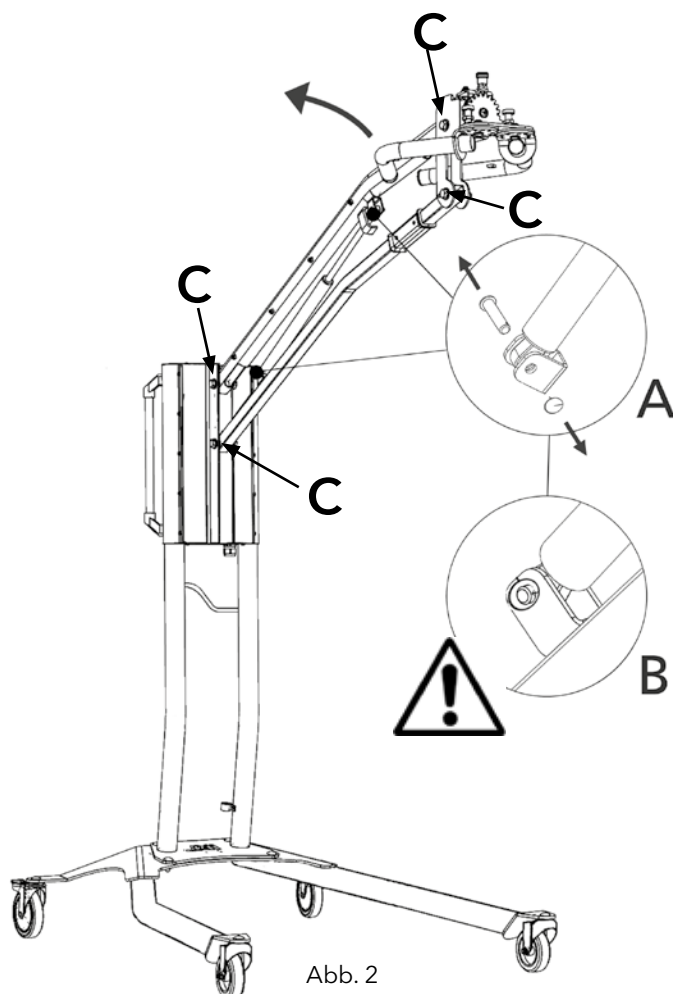

Abb. 2
Wenn der mobile Trockner nicht in der höchsten oder niedrigsten Position stehenbleibt, sondern von selbst etwas abfällt bzw. ansteigt, ziehen Sie die vier Schrauben fest, die in Abb. 2 mit dem Buchstaben "C" bezeichnet sind. Die Gasdruckfeder muss ausgetauscht werden, wenn der Stativarm trotz Nachziehens der Schrauben nicht mehr in der gewünschten Position bleibt, oder wenn die Einstellung des Stativarmes zu träge ist.
2. Schieben Sie den Parallelarm in die ganz aufrechte Stellung (Abb. 2).
4. Nehmen Sie die Sperrringe und die beiden Stifte heraus. Schieben Sie die Gasdruckfeder etwas nach oben/nach vorne und nehmen Sie sie heraus (Abb. 2).